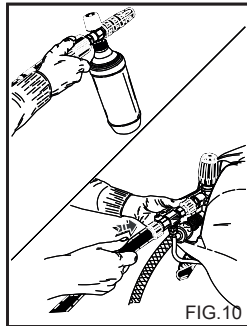

FIG.10
2) Quite la prolongación de la empuñadura e introduzca la lanza doble o la lanza con boquilla regulable, accione la hidrolimpiadora, active el mando de aspiración del detergente presente en la lanza (fig. 10 - 12) y recubra la superficie a lavar con un movimiento de abajo hacia arriba. Deje actuar durante unos minutos.
APLICACIÓN DEL JUEGO DE ASPIRACIÓN DETERGENTE (accesorio opcional) (Fig. 10).